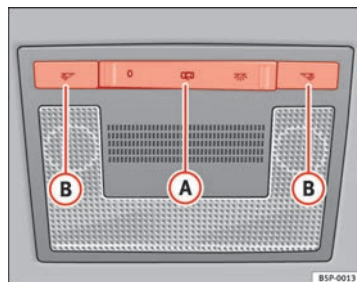

Abb. 79 Ausschnitt aus Dachhimmel: Innenleuchte vorne
Mit dem Schalter (A) → Abb. 79 können Sie folgende Positionen einstellen:
Drücken Sie den Schalter auf die Position 0 → Abb. 79.